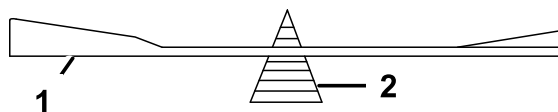

Bild 63
- Prüfen Sie die Auswuchtung des Schnittmessers auf einer Ausgleichsmaschine (Bild 63).